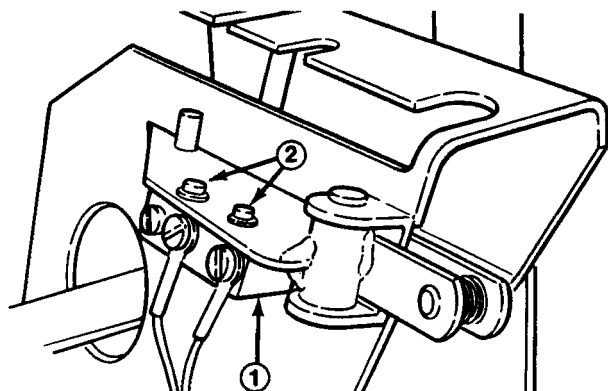

Figure 10
4. Répéter l'opération en utilisant le long côté du calibre de hauteur sur chaque fuseau de roue arrière (Fig. 10).
4. Répéter l'opération en utilisant le long côté du calibre de hauteur sur chacun des fuseaux de roue arrière (Fig. 10).